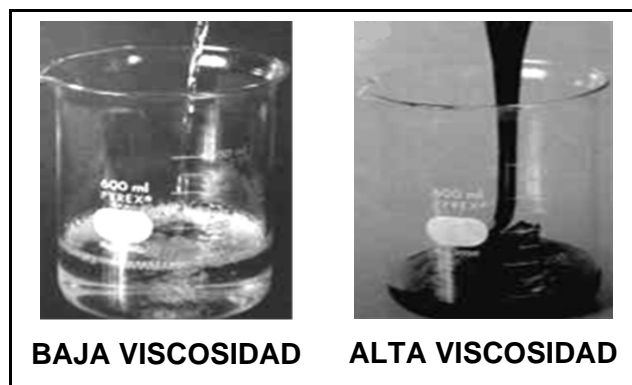

Figura A-4. Viscosidad de los fluidos.
**Viscosidad,  $\mu$  [cP].** Propiedad de los fluidos que tiende a oponerse al flujo cuando se le aplica una fuerza, entre más alta sea la viscosidad de un fluido mayor resistencia interna al flujo opondrá, figura A-4.